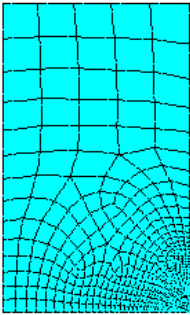

图4.89 自适应网格结果
(12) 待自适应网格划分计算结束后，单击【Utility Menu】|【Plot】|【Elements】菜单将显示自适应网格结果，如图 4.89 所示。